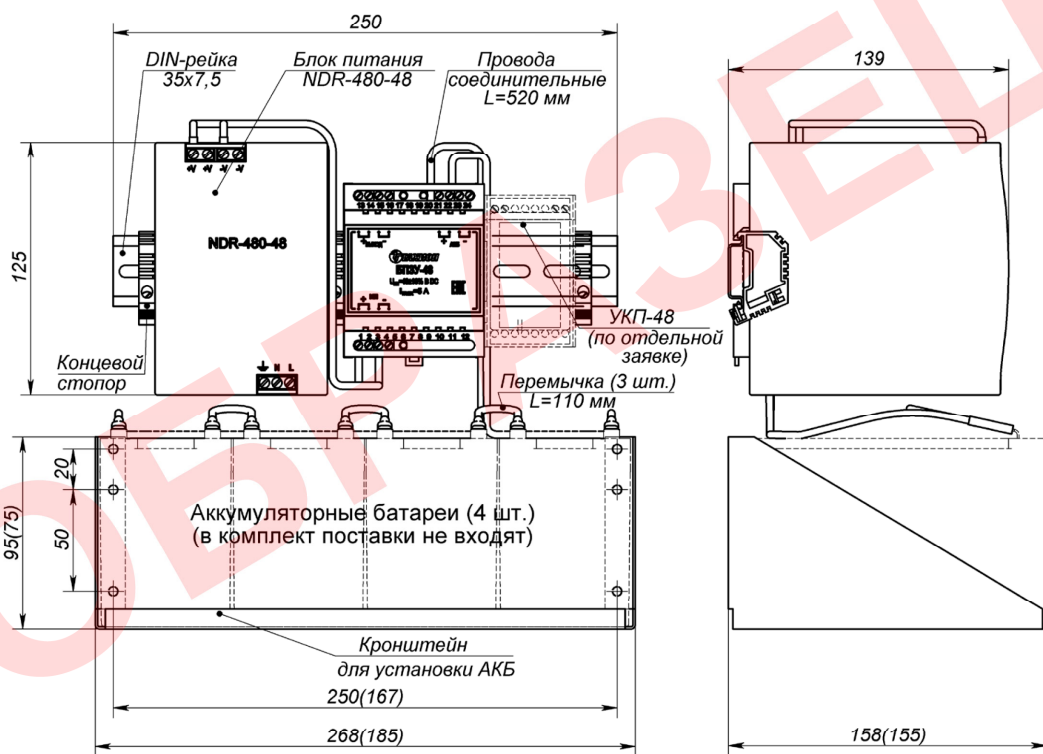

Рисунок 1 – Устройство, габаритные и установочные размеры
12. Габаритные размеры .....	см. рисунок 1
2. Установить аккумуляторные батареи на кронштейн (рисунок 1) и подключить их проводами соединительными к контактам 21 (+) и 23 (-) БПЗУ-48, соблюдая полярность. Соединить аккумуляторы перемычками.
4. Подать трехпроводным кабелем напряжение питания 220 В AC на соответствующие контакты блока питания, при этом фазный провод (L) соединить с контактом L, нулевой провод (N) с контактом N, а провод заземления соединить с контактом  $\perp$ .